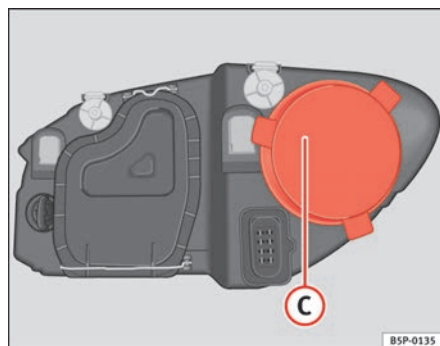

Fig. 186 Luz de carretera
- Retire la tapa ⇒ fig. 186 C tirando de la misma.